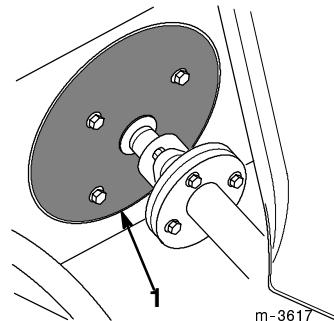

Abbildung 7
3. Ansammlungen von Fremdkörpern vom rotierenden Lufteinlasssieb abwischen (Abb. 7).